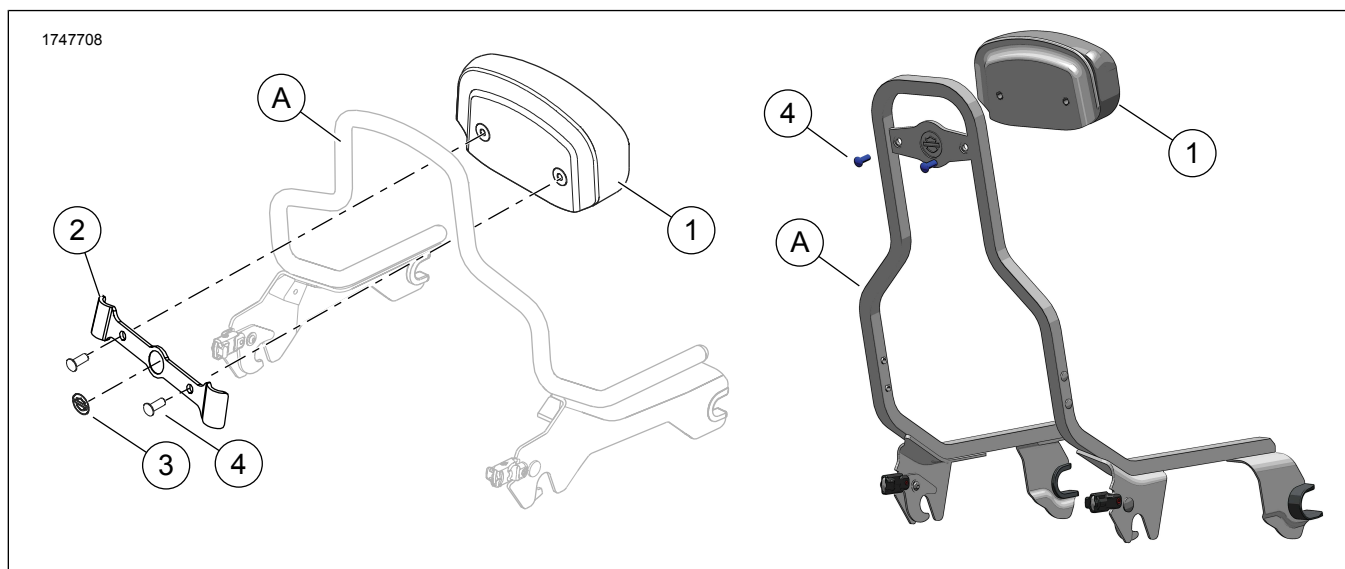
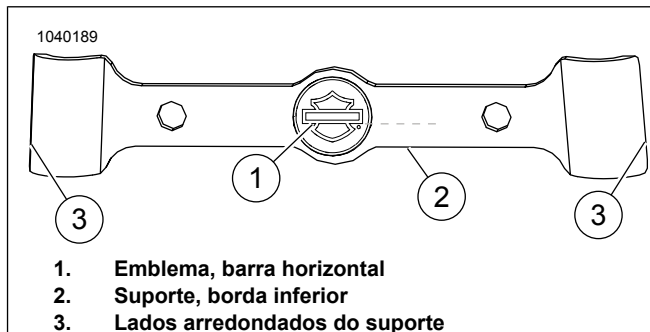

Figura 1. Conteúdo do kit: Kits de Almofada de Encosto Compacta
Figura 3. Alinhamento do emblema
1. Veja a figura 1. Posicione a almofada de encosto (1) de forma que o contorno na base se alinhe com o topo do encosto vertical da sissy bar OE (A).
- As laterais do suporte (3) são assimétricas. A largura no topo é menor que a largura na parte de baixo.
- Use uma mistura de 50:50 de álcool isopropílico e água para limpar cuidadosamente a superfície do encosto OE (A) antes de instalar o suporte (2). Deixe secar completamente. Instale à temperatura ambiente. 10–32 °C (50–90 °F)
2. Remova o revestimento do adesivo dos lados esquerdo e direito do suporte (3).
3. Veja a figura 1. Posicione o suporte de montagem apoiado na almofada de forma que o encosto da sissy bar OE (A) fique entre a almofada (1) e o suporte (2).
4. Posicione e pressione o suporte (2) com firmeza no encosto da sissy bar OE (A).
5. Insira os parafusos (4). Aperte.
1. Veja a figura 1. Use uma mistura de 50:50 de álcool isopropílico e água para limpar cuidadosamente a superfície do encosto da sissy bar OE (A) antes de instalar o suporte (2). Deixe secar completamente. Instale à temperatura ambiente.
- Veja a figura 3. As laterais do suporte (3) são assimétricas. A largura no topo é menor que a largura na parte de baixo.
- Veja a figura 3. Alinhe a barra horizontal do emblema (1) com a borda inferior (2) do suporte. Estes dois devem estar paralelos.
1. Veja a figura 1. Se necessário, corte a vedação contra chuva de plástico para afastá-la dos dois furos pré-cortados dos parafusos na almofada do encosto (1) e evitar que o plástico fique agarrado nas roscas.
2. Posicione a almofada de encosto (1) de forma que o contorno na base se alinhe com o topo do encosto vertical da sissy bar OE (A).
- Veja a figura 1. Use uma mistura de 50:50 de álcool isopropílico e água para limpar cuidadosamente a superfície do encosto da sissy bar OE (A) antes de instalar o suporte (2). Deixe secar completamente. Instale à temperatura ambiente. 10–32 °C (50–90 °F)
3. Veja a figura 3. Remova a parte de trás adesiva dos lados esquerdo e direito do suporte (3).
4. Veja a figura 1. Posicione o suporte de montagem (2) apoiado na almofada (1) de forma que o encosto da sissy bar OE (A) fique entre a almofada e o suporte.
5. Posicione e pressione o suporte (2) com firmeza no encosto da sissy bar OE (A).
6. Veja a figura 1. Insira os parafusos (4). Aperte.
1. Veja a figura 1. Alinhe a almofada (1) com o suporte (2).
2. Instale os parafusos (4). Aperte.